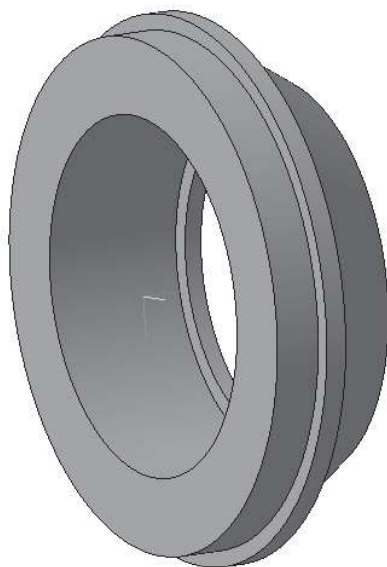

Рис. 13.7. Ступица
- На панели инструментов **Вид** выберите команду **Полутоновое, Полутоновое с каркасом** (рис. 13.7).